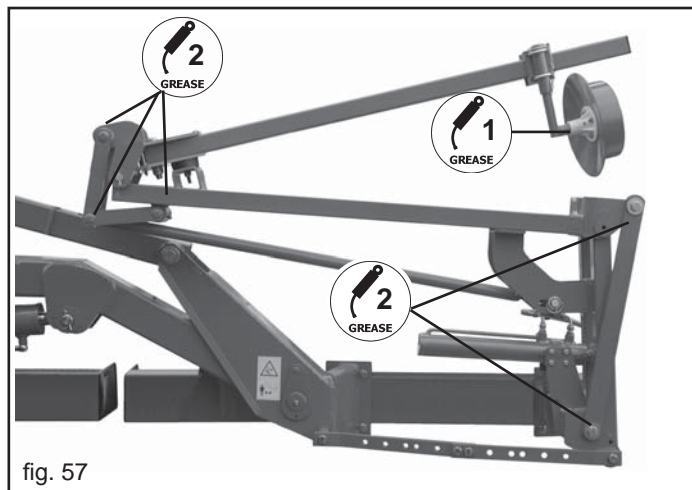

fig. 57
- Ingrassare il perno dei dischi segnafile (1, Fig 57).
- Ingrassare tutte le articolazioni del segnafile (2, Fig. 57).